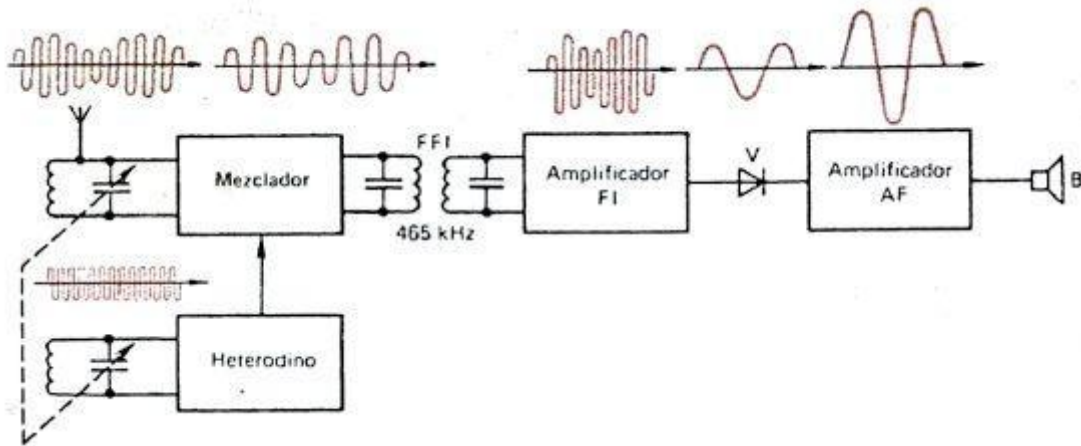

*Figura 166. Esquema estructural del superheterodino*
El esquema estructural del superheterodino puedes verlo en la Figura 166. Su circuito oscilante sintonizable, de entrada, es el mismo que el del receptor de amplificación directa. Desde él la señal recibida de la emisora llega al *mezclador*. A éste se hace llegar también la señal de un generador local de oscilaciones de radiofrecuencia de poca potencia, denominado *heterodino*. En el mezclador las oscilaciones del heterodino se transforman en oscilaciones de frecuencia intermedia (FI), igual de ordinario a la diferencia entre la frecuencia del heterodino y la de la señal recibida, las cuales después se amplifican y demodulan. En la mayoría de los casos la frecuencia intermedia del superheterodino es igual a 465 kHz. Las oscilaciones de frecuencia acústica separadas por el detector también se amplifican y después son transformadas por el altavoz en oscilaciones sonoras.